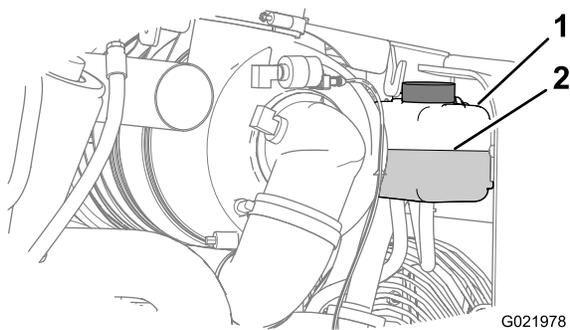

Figura 77
4. Verifique o nível de líquido de arrefecimento no reservatório (Figura 77).
Nota: Certifique-se de que o nível de líquido de arrefecimento esteja entre as marcas Min (Add) e Max (Full) no reservatório (Figura 77).